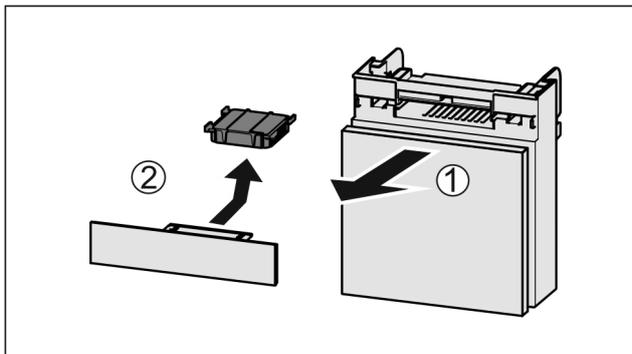

Fig. 76
- ▶ Fach nach vorne herausziehen Fig. 76 (1).
- ▶ Aktivkohlefilter entnehmen Fig. 76 (2).